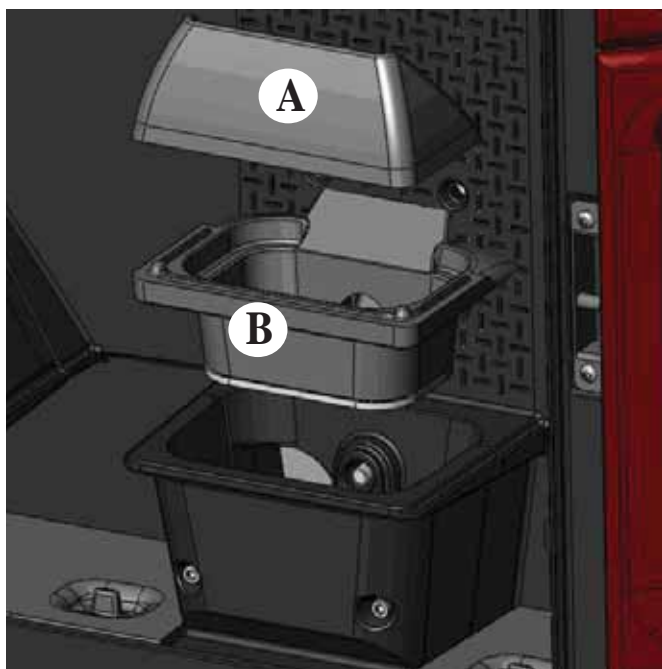

fig. 1
Dopo la normale pulizia, il NON CORRETTO accoppiamento del crogiolo superiore (A) (fig. 1) con il crogiolo inferiore (B) (fig. 1) può compromettere il funzionamento della stufa.